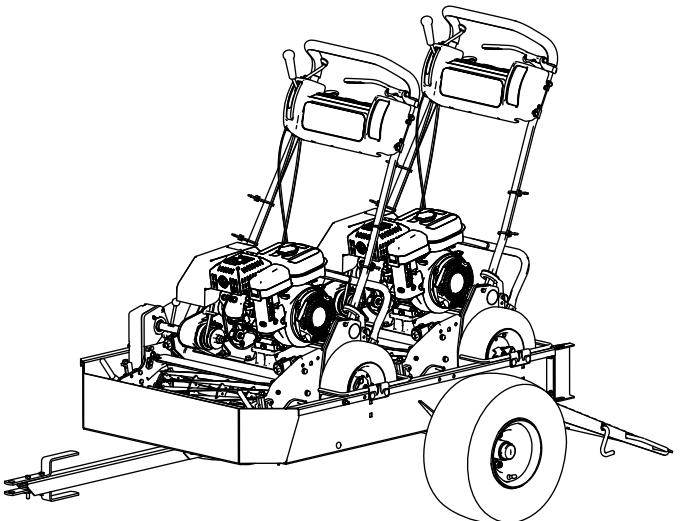

Figura 6
**Nota:** Incline o primeiro conjunto das barras da roda como batente para a segunda máquina (Figura 6).